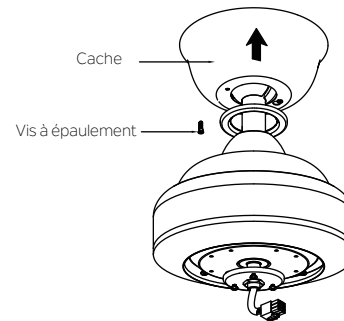

Fig. 14
Étape 2. Assemblez le cache en faisant tourner la clavette dans le cache sur la vis à épaulement dans le support de montage. Réinstallez la vis à épaulement qui a été enlevée précédemment et resserrez bien ensuite les deux vis à épaulement (Fig. 14).